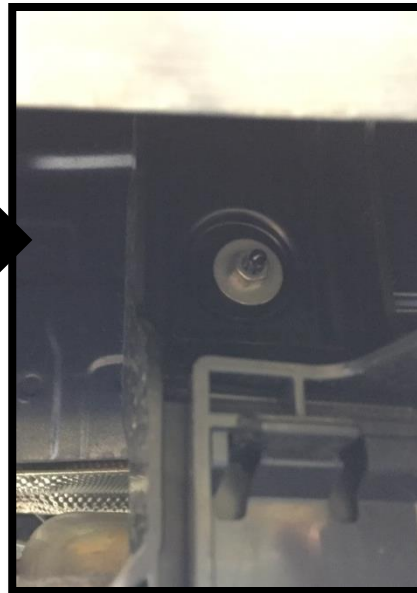

Figura 2
1. **Quitar la fascia inferior** - Usar una llave de 8 mm para extraer (8) tornillos y (4) fijadores plásticos de expansión. Luego, soltar cuidadosamente la fascia, y dejarla a un lado para su posterior reinstalación.
3. **Extraer el protector térmico** - Usar una llave de 10 mm para extraer (4) tuercas en la parte superior del protector térmico.
4. **Recorte del protector térmico** - Empezando desde la parte inferior del protector térmico, medir $\frac{1}{2}$ " hacia el interior desde los orificios de tornillos más exteriores, trazar una línea hasta el otro lado. En la parte superior del protector térmico, trazar una línea hasta el otro lado del protector térmico $\frac{1}{2}$ " desde la parte superior. Recortar completamente siguiendo las líneas trazadas (2 recortes), similar a la Figura 2.